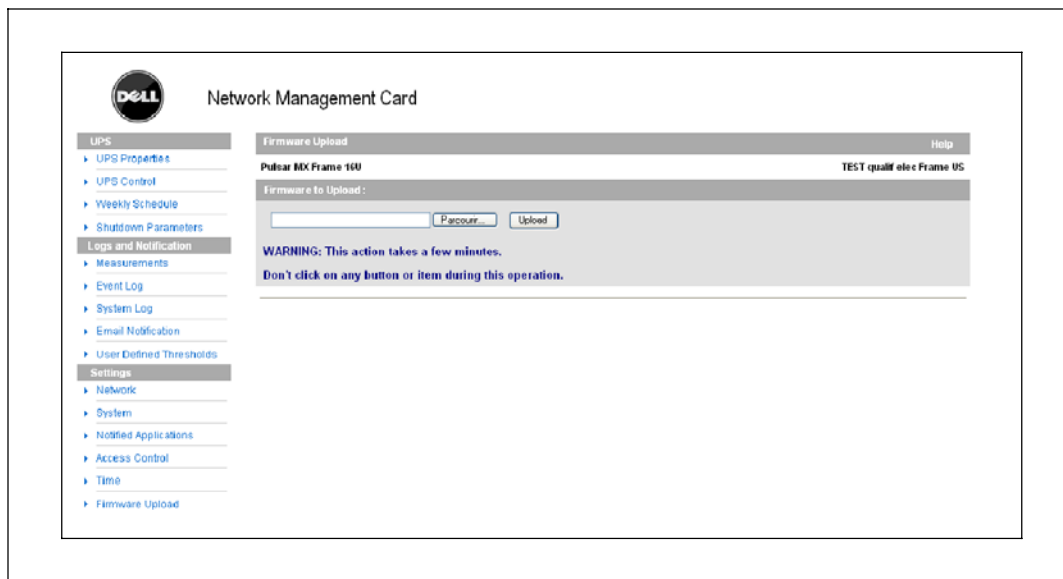

図 46. ファームウェアのアップロードページ
- 2 ファームウェア更新ページを開くには、メニューバーからファームウェアのアップロードをクリックします（図 46を参照）。